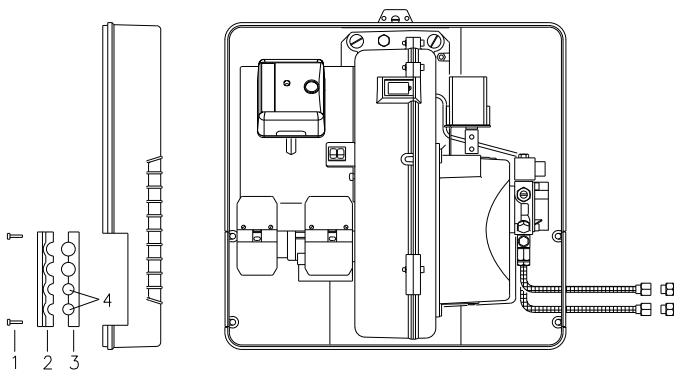

Fig. 17
- odskrutkujte skrutky 1)(Fig. 17), otvorte doštičku v častiach 2)-3) a vyberte tenkú membránu, ktorá uzatvára dve diery 4).